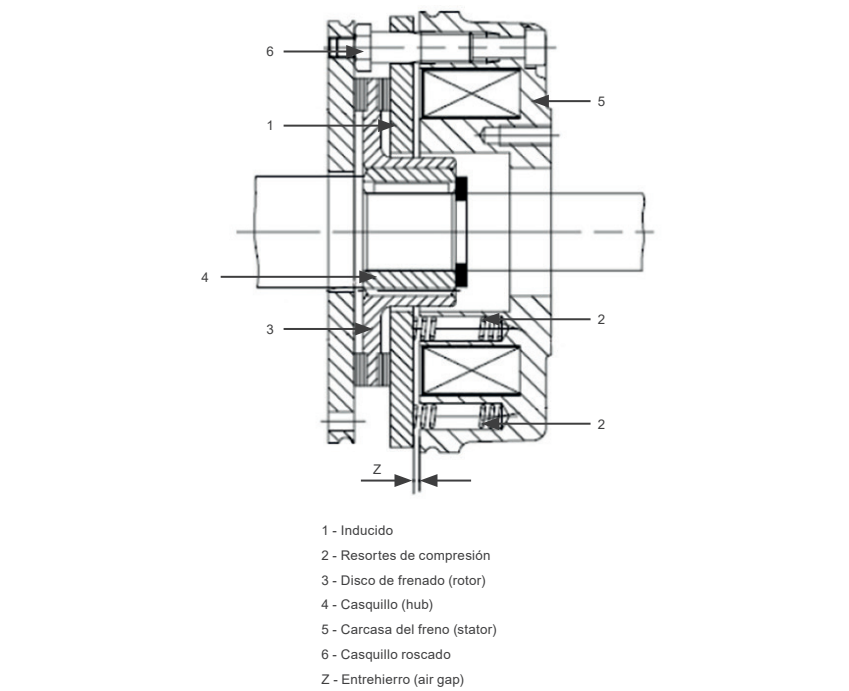

Figura 5.1: Corte transversal del freno electromagnético - tamaño 6 al 25 (4 a 600 Nm)
- Medir con un calibrador el entrehierro existente entre la armadura y la carcasa del freno (ver cota "Z" en la Figura 5.1), en tres puntos próximos a los tornillos de ajuste. Si la medida encontrada es igual o mayor al valor máximo indicado en la Tabla 5.1, o si las lecturas son diferentes entre sí, proseguir con el ajuste del entrehierro de la siguiente manera (ver Figura 7.1):
- Alojar los tornillos de fijación del freno (pos. 7) a fin de dejar el tornillo tubular de ajuste (pos. 6) libre.
- Mirando hacia el freno, girar el tornillo tubular de ajuste (pos. 6) en sentido anti-horario, usando una llave de acuerdo con la Tabla 5.2, para efectuar el ajuste (un giro de 90° reduce el entrehierro en aprox. 0,2 mm).